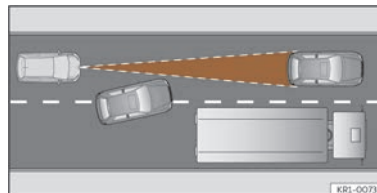

Fig. 114 Cambio de carril de un vehículo.
- Vehículos que cambien al carril por el que usted circula a poca distancia de su vehículo >>> **fig. 114.**